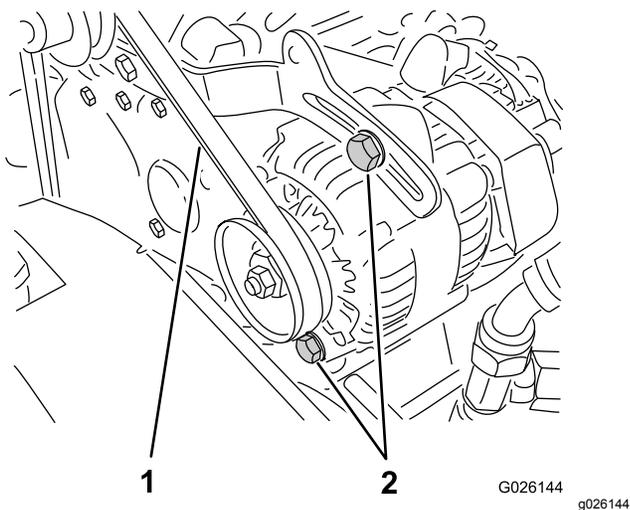

図 67
2. クランクシャフトとオルタネータのプーリ間の中央でベルトを指で押してベルトの張りを点検する。押す力は 10kg 程度(図 67)。
A. オルタネータの取り付けボルト 2 本をゆるめる(図 67)。
- B. エンジンとオルタネータの間にボールを入れて適当な張りに調整し、取り付けボルトを締め付ける(図 67)。